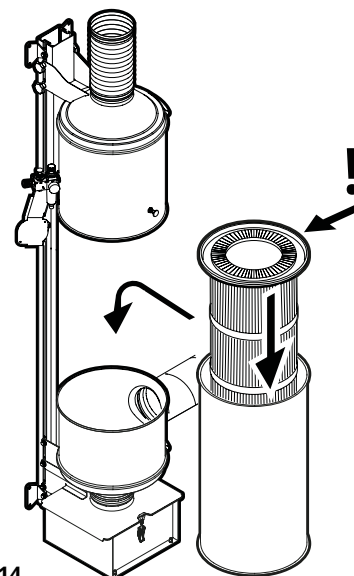

Fig. 14
9. Das Filtergehäuse wieder umdrehen, auf eine ebene Fläche stellen und einen neuen Patronenfilter CFS 149W3 einsetzen (**Fig. 14**).